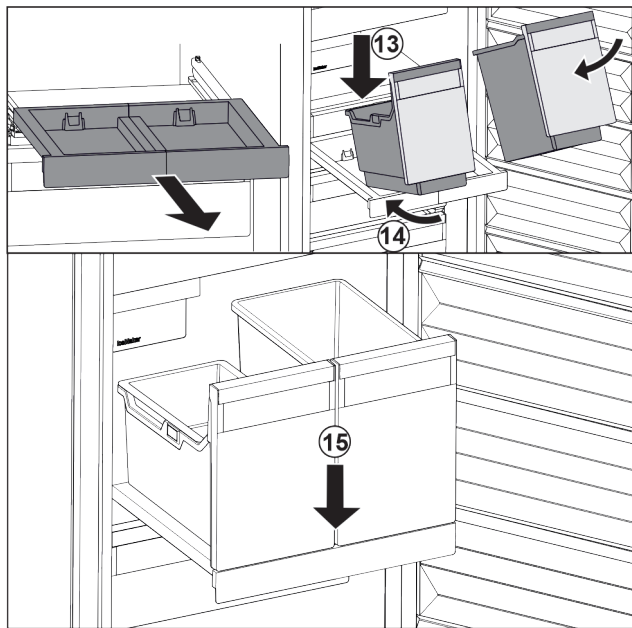

Fig. 102
- Behälter schräg auf das Auszugsbord aufsetzen. Fig. 102 (13)
- Behälter schräg nach hinten einschieben. Fig. 102 (14)
- Behälter vorne absetzen. Fig. 102 (15)